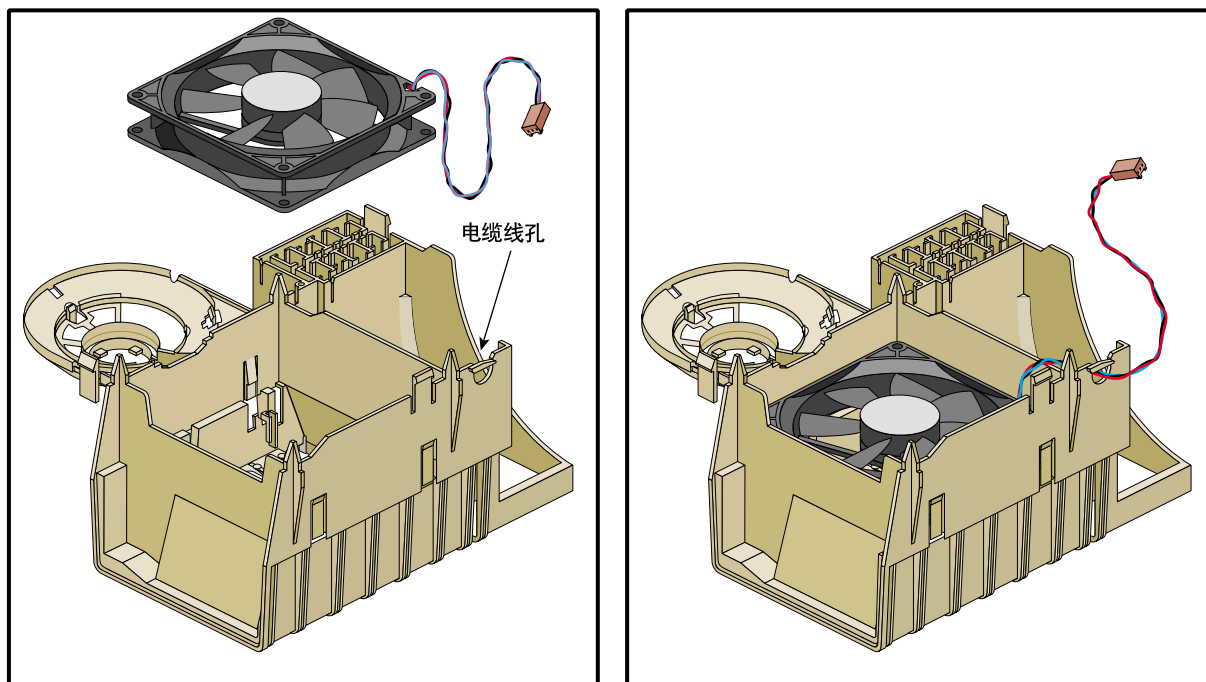

图 2-16 将风扇安装到塑料框上
2. 将风扇插入其机壳内。确保风扇电缆从塑料框插槽旁边引出来，如图 2-16 所示。
4. 使电缆连接器穿过电缆插槽旁的孔，将电缆拉出来，如图 2-16 所示。